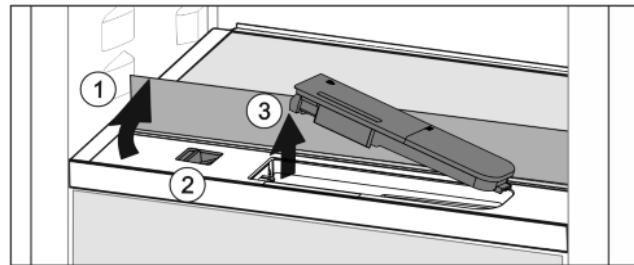

Fig. 47
- Skleněnou desku nadzvedněte a zaklapněte dozadu až na doraz Fig. 47 (1).
- Posuvník Fig. 47 (2) posuňte doleva.
- Vyměte nádržku na vodu Fig. 47 (3).